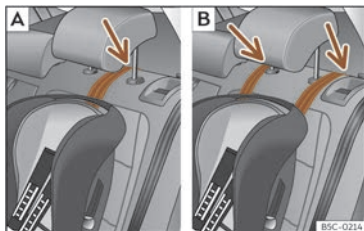
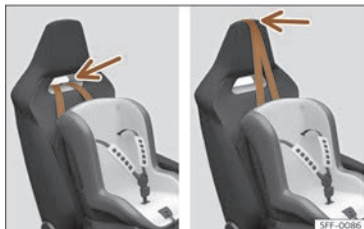
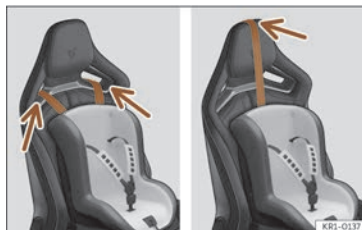

Fig. 43 Banquette arrière : réglage et montage en fonction de la ceinture Top Tether.
Fig. 44 Siège du passager avant : réglage et montage en fonction de la ceinture Top Tether.
Fig. 45 Siège du passager avant : réglage et montage en fonction de la ceinture Top Tether.
- Placez la sangle sous l'appui-tête (en fonction des instructions du siège, relevez ou retirez l'appui-tête si nécessaire) >>> **fig. 43**. Pour des véhicules avec appui-tête intégré, passez la sangle du Top Tether par-dessus l'appui-tête ou à travers le trou de l'appui-tête comme illustré sur l'image >>> **fig. 44**, >>> **fig. 45**.